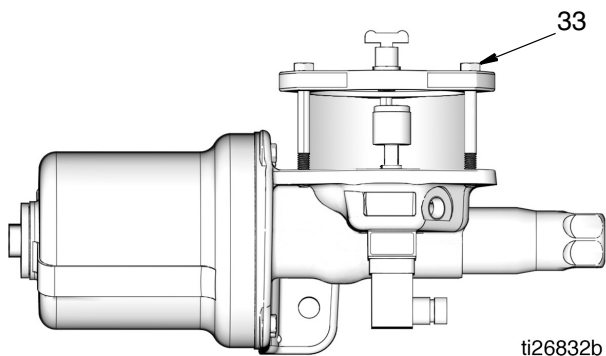

Рис. 55
- с. Вкрутите 4 новых болта. Затяните вручную болты (33) равномерно, каждый понемногу за один раз крест-накрест. Затем затяните крест-накрест с усилием 10 - 13 футофунтов. (13,5-17,6 Н•м). См. Рис. 55.